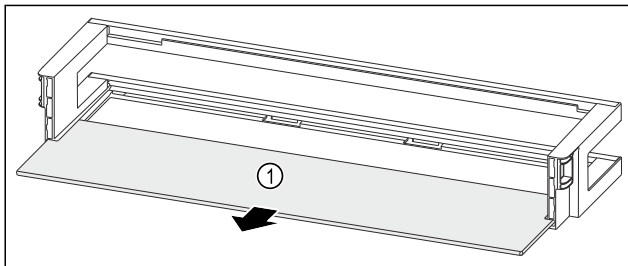

Fig. 91 Vratna polica z odlagalno polico
- ▶ Odstranite polico za odlaganje Fig. 91 (1).